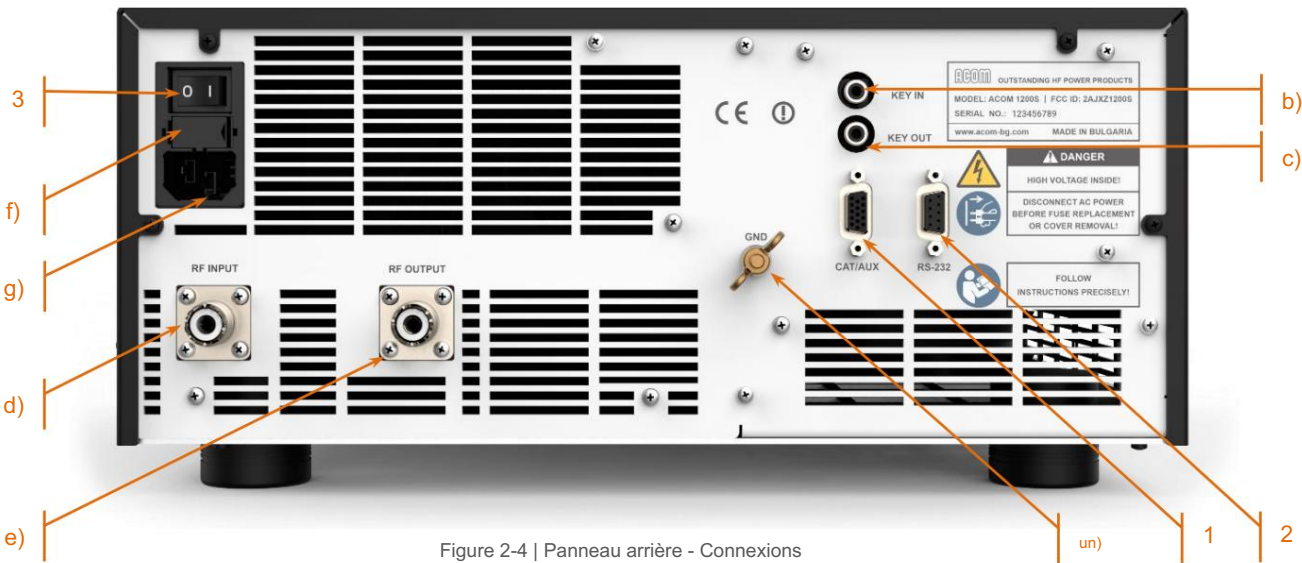

Figure 2-4 | Panneau arrière - Connexions
L'amplificateur de puissance linéaire ACOM 1200S est un appareil de classe de sécurité I en matière de protection contre les chocs électriques. Le troisième fil de terre du cordon d'alimentation (jaune avec deux bandes vertes) et la borne de terre située à l'arrière de l'amplificateur (marquée GND, voir Figure 2-4 | Panneau arrière - Connexions, Pos. (a)) doivent être connectés au système de mise à la terre de la station pour un fonctionnement sûr.
Pour un fonctionnement sûr, la borne de mise à la terre de l'amplificateur sur le panneau arrière (marquée GND, voir Figure 2-4 | Panneau arrière - Connexions) doivent être connectés conformément aux normes et réglementations locales en vigueur en matière de sécurité électrique, de sécurité incendie et de protection contre la foudre, dans tous les cas où la station radio est équipée d'antenne(s) extérieure(s) !
Veuillez consulter la figure 2-4 | Panneau arrière - Connexions.
(Voir Figure 2-4 | Panneau arrière - Connexions, Pos. (a))
Faites passer un câble blindé du connecteur ou de la borne « terre à l'émission » de votre émetteur-récepteur jusqu'au Connecteur KEY IN du panneau arrière de l'amplificateur (voir Figure 2-4 | Panneau arrière - Connexions, Pos. (b)). Le connecteur KEY IN utilise une prise phono RCA standard.
Si votre émetteur-récepteur dispose d'une entrée appropriée qui désactive la transmission à moins d'être mise à la terre en externe, nous vous recommandons de le connecter avec un câble blindé terminé par un connecteur Phono (RCA) au connecteur KEY OUT (voir Figure 2-4 | Panneau arrière - Connexions, Pos. (c)) de l'amplificateur.
Connectez un câble coaxial approprié de la sortie de l'émetteur-récepteur au **connecteur RF INPUT SO-239** de l'**amplificateur** (voir Figure 2-4 | Panneau arrière - Connexions, Pos. (d)), en utilisant la fiche PL-259.
Connectez un câble coaxial approprié avec une fiche PL-259 à partir de la SORTIE RF (voir Figure 2-4 | Panneau arrière - Connexions, Pos. (e)) au commutateur d'antenne ou au tuner, ou à l'antenne pour la bande de fréquence respective.
Veuillez consulter la figure 2-4 | Panneau arrière - Connexions, Pos. (f).
Veuillez consulter la figure 2-4 | Panneau arrière - Connexions, Pos. (g).
Veuillez consulter la figure 2-4 | Panneau arrière - Connexions, Pos. (1).